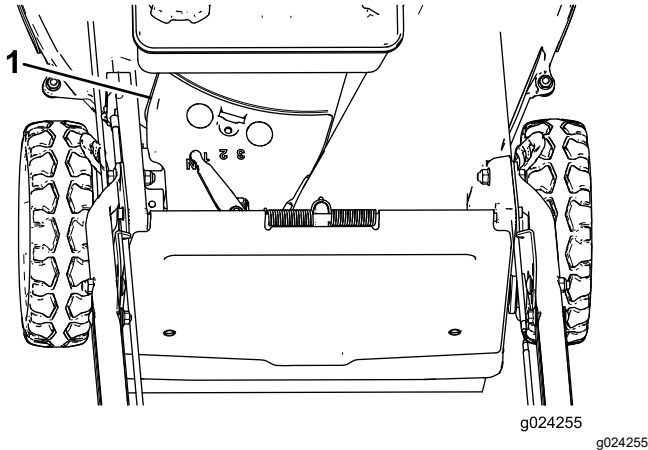

Bild 38
3. Nehmen Sie die Riemenabdeckung (Bild 38) vom Mähwerkgehäuse ab.